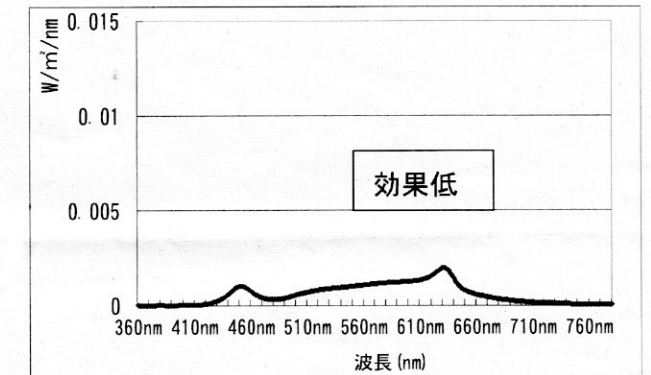

図 4 バイオテック社の波長分布と放射照度
- ・ピーク波長（630nm、赤）で放射照度は約 $0.002\text{W/m}^2/\text{nm}$ であった（図 4）。